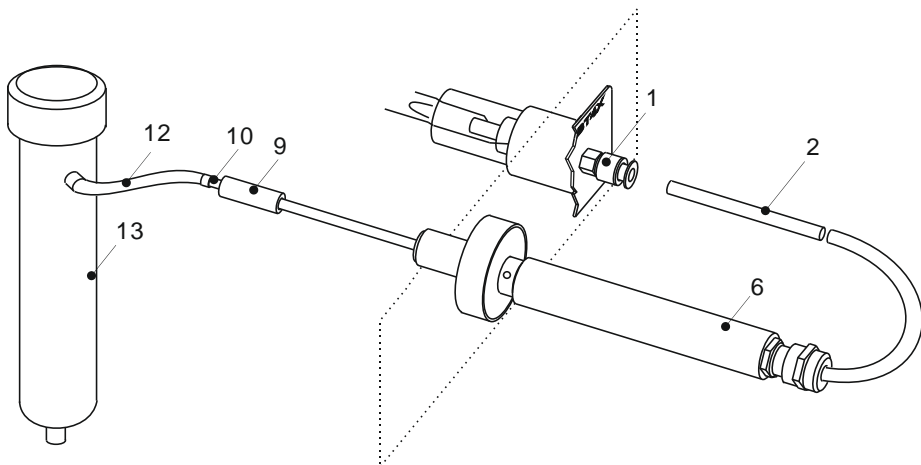

Рис. 5
2.2.5. После проведения измерений на объектах с повышенной загрязненностью рекомендуется продуть газовые линии и ФИД воздухом, очищенным с помощью фильтра-поглотителя. Для подсоединения фильтра-поглотителя к газоанализатору отсоедините трубку 12 (рис. 5) от штуцера фильтра-поглотителя 13 и наденьте ее на заглушку 10, трубку силиконовую 9 соедините с пробоотборником. В течение 5 мин продуйте газовые линии и ФИД чистым воздухом, после выключения газоанализатора отсоедините фильтр-поглотитель.
Для проверки расхода после перехода газоанализатора в режим измерения, используя заглушку, установленную в трубку силиконовую (рис. 5), подсоедините ротаметр ко входу газоанализатора измерьте расход, значение которого должно быть не менее 200 мл/мин. Если значение расхода газоанализатора отличаются от указанного, обратитесь к разделу 4.